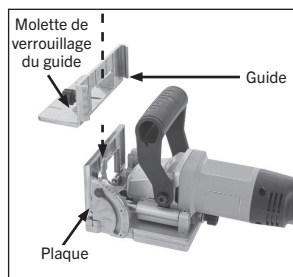

Fig. 6 : Guide fixé à la plaque.
1. Desserrez la molette de verrouillage du guide et faites glisser le guide sur la plaque (voir la figure 6).
2. Serrez la molette de verrouillage du guide (voir la figure 6) L'appareil est équipé d'un port pour la poussière de 1 po qui peut se fixer à un système de dépoussiérage (non inclus) ou au sac à poussière inclus.